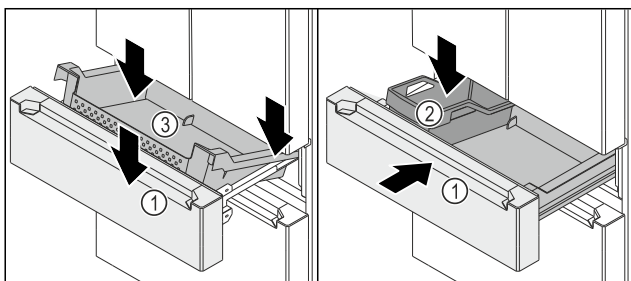

Fig. 177
- Izvlačna kutija Fig. 177 (1) je izvučena.
- ▶ Spremnik Fig. 177 (3) postavite straga na vodilice desno i lijevo.
- ▶ Spremnik Fig. 177 (3) spustite sprijeda tako da spremnik Fig. 177 (3) okružuje vodilice desno i lijevo.
- ▶ Umetnite FlexBox Fig. 177 (2).
- ▶ Ugurajte izvlačnu kutiju Fig. 177 (1).